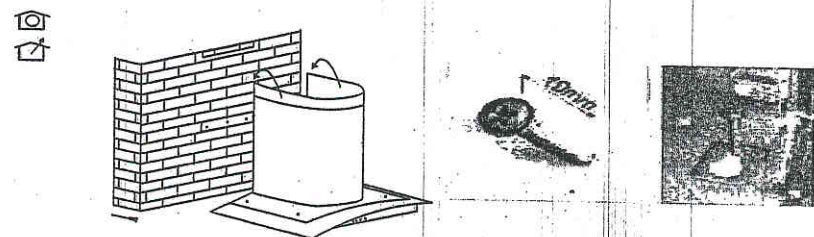

Fig. 4
4. Dans les trous, mettez les goujons (chevilles) et vissez les vis auxiliaires à moitié (voir Fig. 4).